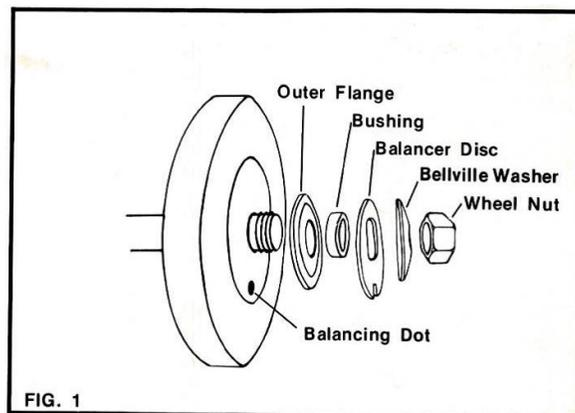

Figura 1: Cambio de ruedas.
- Instalar la rueda externa y el dispositivo de balance como se muestra en la figura 1.